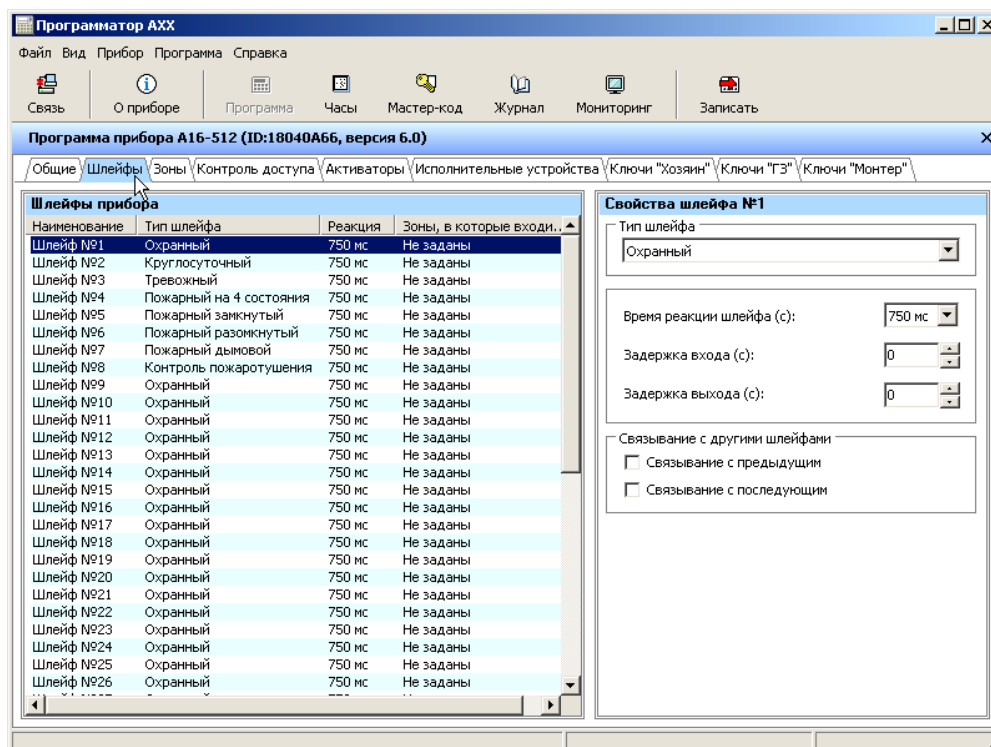

Рисунок 9 – Конфигурирование прибора «А16-512», вкладка «Шлейфы»
- «Шлейфы»: определяются параметры каждого из шлейфов сигнализации, рисунок 9;